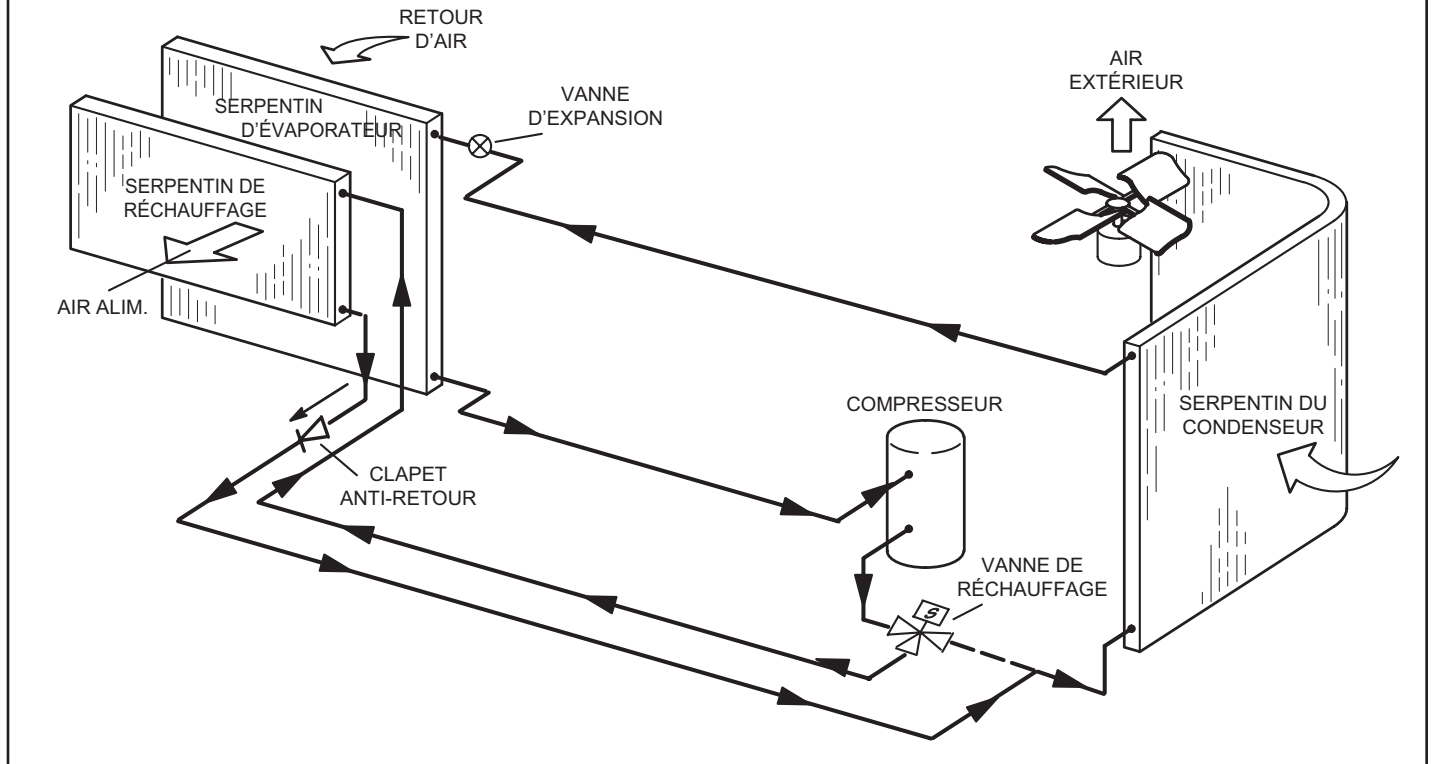
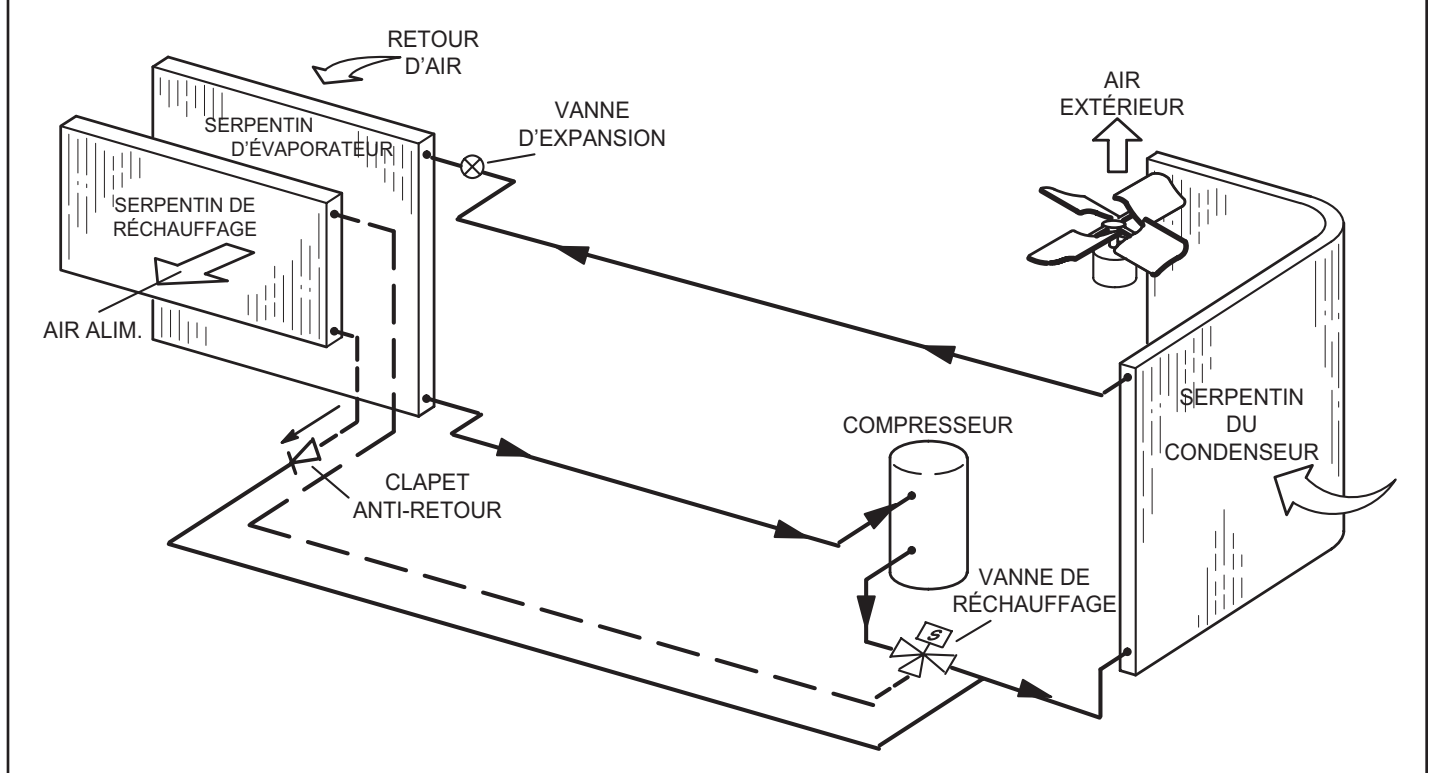

FIGURE 37
FIGURE 38
Les unités de réchauffage par les gaz chauds offrent un mode de déshumidification. Ces unités contiennent un serpentin de réchauffage à côté et en aval du serpentin de l'évaporateur. L'électrovanne du serpentin de réchauffage, L14, envoie le gaz chaud depuis le compresseur jusqu'au serpentin de réchauffage. En traversant le serpentin de l'évaporateur, l'air renvoyé est refroidi et déshumidifié ; le serpentin de réchauffage ajoute alors la chaleur à l'air de l'alimentation. Voir le trajet du réfrigérant de réchauffage à la FIGURE 37 et le trajet du réfrigérant de climatisation standard à la FIGURE 38.
- 4 - Retirer et conserver les vis fixant l'inducteur d'air de combustion sur la boîte à feu. Retirer le connecteur d'évent. Voir FIGURE 38.